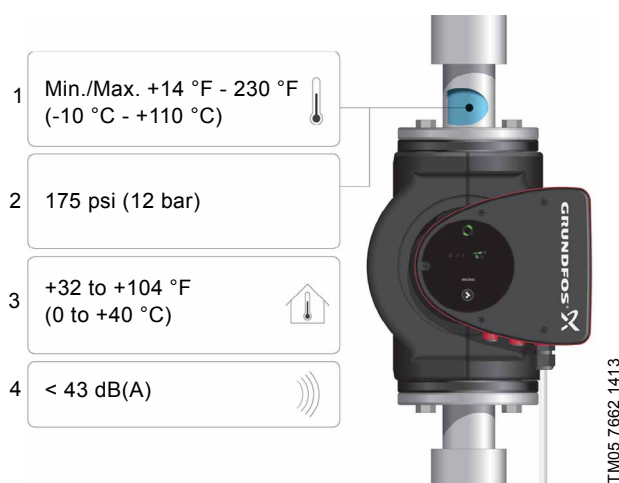

Fig. 2 Operating conditions
See fig. 2, pos. 1.
See fig. 2, pos. 2.
See fig. 2, pos. 3.
See fig. 2, pos. 4.